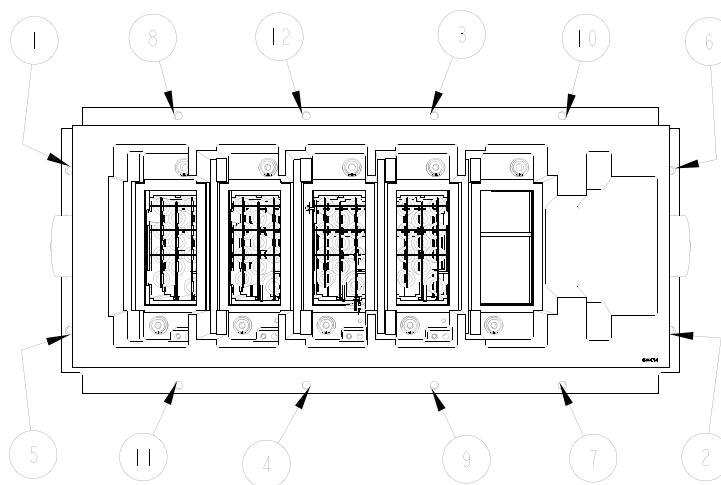

Abbildung 44 – Typische Anzugsreihenfolge
6. Wenn Sie den PowerCage wieder einbauen, müssen Sie die Schrauben unbedingt lose am äußeren Flansch anbringen. Ziehen Sie die Schrauben abwechselnd am einen Flansch und dann am gegenüberliegenden Flansch an, um eine gleichmäßige Befestigung des Moduls zu gewährleisten. Verwenden Sie die vorgeschlagene Anzugsreihenfolge, die in Abbildung 44 dargestellt ist.